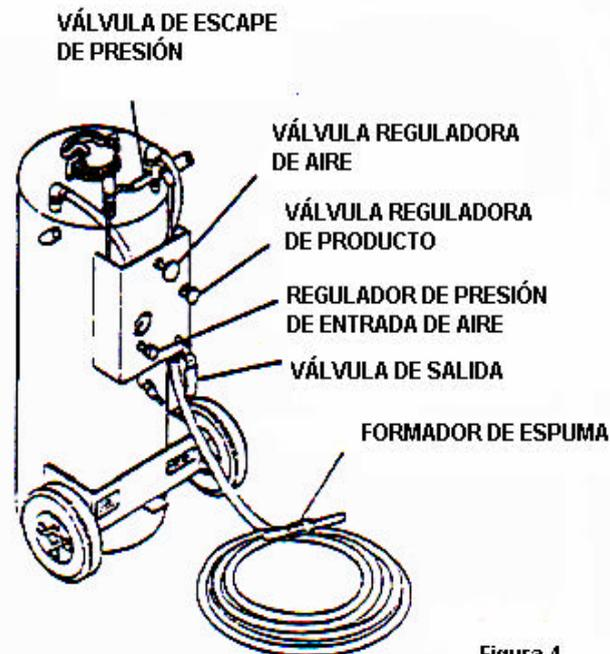

Figura 4
1. Formar espuma mediante la apertura de la válvula de salida del estanque y luego de la válvula del pitón. Ver figura 4.
2. La consistencia de la espuma se puede hacer más húmeda o más seca regulando las válvulas reguladoras de aire y / o producto. Ver figura 4.
4. Producir el alivio de presión tanto del estanque como de la manguera cuando no esté en uso, abriendo las correspondientes válvulas de alivio y de la manguera. Ver figura 4.
Para sanitizante tiene que cerrar completamente la válvula reguladora de aire (ver figura 4) y abrir al máximo la válvula reguladora de producto.